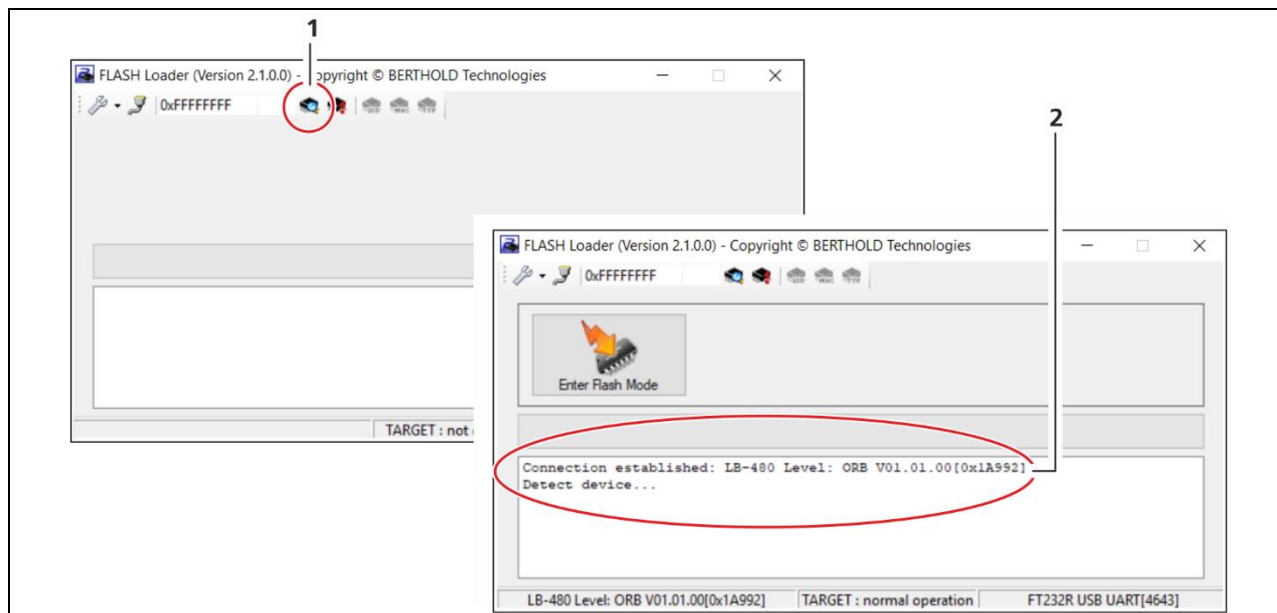

Abb. 4 Verbindung zum Detektor herstellen
23. Klicken Sie auf die Schaltfläche „Detect Device“ (Abb. 4, Pos.1) um die Verbindung zum Detektor herzustellen.
- Der Detektor wurde erkannt und die Verbindung wird hergestellt. Die Schaltfläche <Enter Flash Mode> wird eingeblendet und die Meldung „Connection established: ...“ (Abb. 4, Pos.2) erscheint.